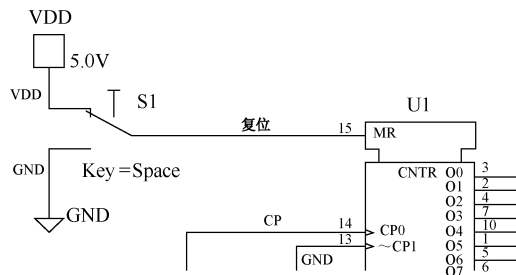
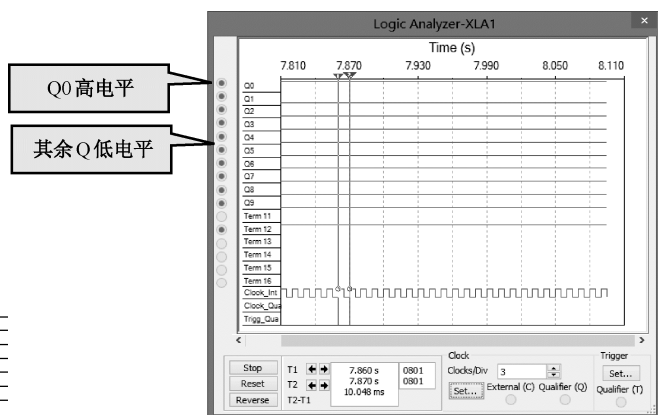

图 4.6.12 复位端 MR 接到 5V
图 4.6.13 复位状态
(4) 验证复位功能。单刀双掷按键 S1 是用空格键控制的，按一下空格键，S1 在 5V（高电平）和地（低电平）之间来回切换。现把 S1 接到 5V，如图 4.6.12 所示，即 4017 芯片的 15 脚 MR 输入高电平，波形就变成了如图 4.6.13 所示的状态：不管 CP 如何变化，Q0 为高电平，Q1 ~ Q9 为低电平，回到复位状态，即 4017 的复位信号的优先级最高。